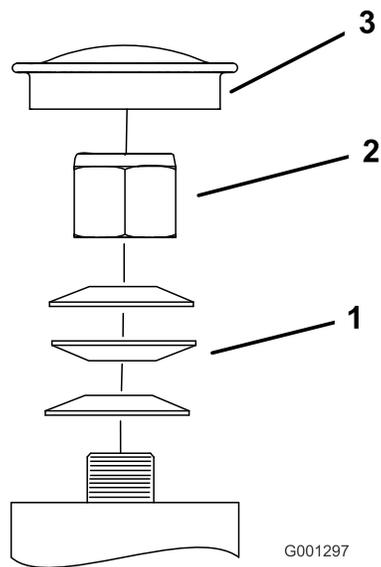

Figure 61
3. Retirez le capuchon antipoussière de la roue pivotante et serrez le contre-écrou (Figure 61).
4. Continuez de le serrer jusqu'à ce que les rondelles élastiques soient aplaties, puis desserrez-le de $\frac{1}{4}$ de tour pour obtenir la précharge correcte des roulements (Figure 61).
Important: Veillez à placer les rondelles élastiques comme montré à la Figure 61.
5. Remettez le capuchon antipoussière en place (Figure 61).